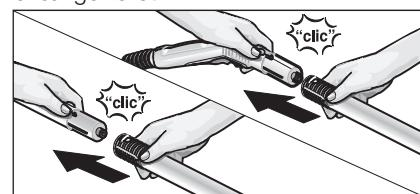

Fig. 3: Påsætning af forlængerrøret
- Benyt forlængerrøret (G1) om nødvendigt. Montér til det formål et resp. to forlængerrør (G1) på damppistolen (C1) (se fig. 3). Skub derefter det ønskede stykke tilbehør (D1,E1,F1,H1) på den frie ende af forlængerrøret.